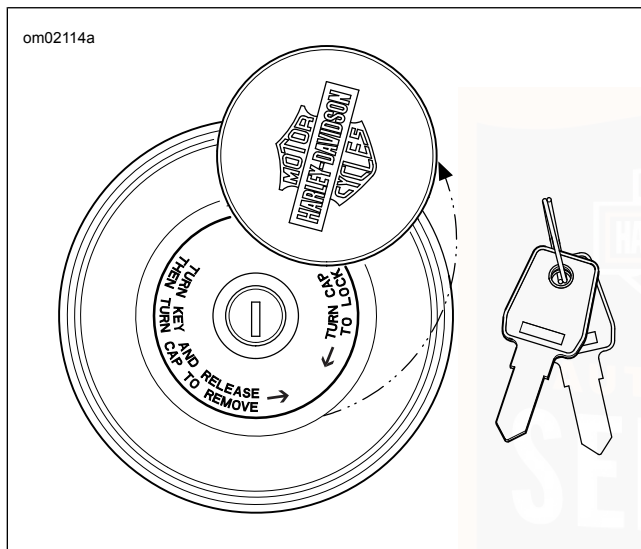

Abbildung 9. Verriegeln des Kraftstofftankdeckels
1. Siehe Abbildung 9. Die Schlossabdeckung drehen, um das Schloss freizulegen.